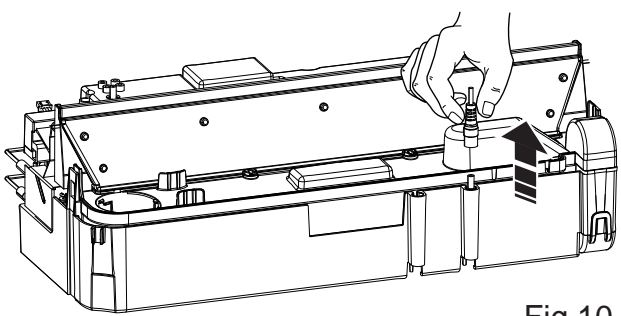

Fig.10
Внимание! Обязательно нажмите выключатель "А" в положение "ВЫКЛ". (0) (рис. 10) и отключите камин от сети, прежде чем приступать к его чистке.